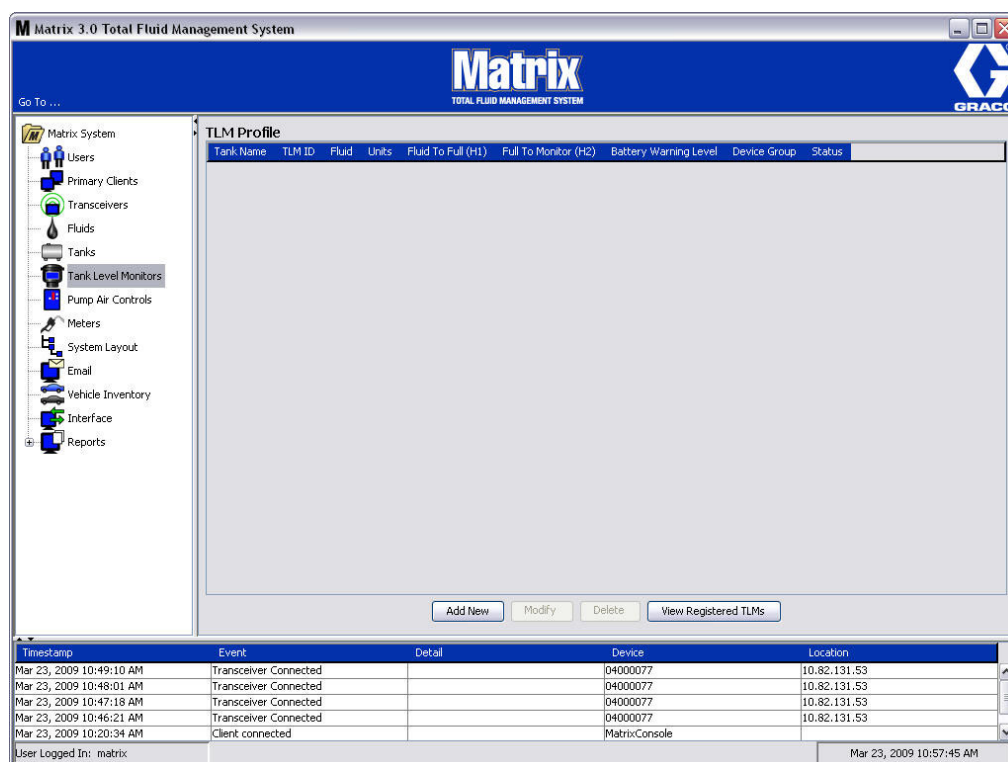

FIG. 107
Het scherm zoals in FIG. 107 op pagina 85 wordt gebruikt om een profiel toe te voegen, te bewerken, te verwijderen en aan te maken voor de tankpeilmonitors (TLM's) in een Matrix-systeem. Elke Matrix-tankpeilmonitor (TLM) heeft een uniek apparaat-ID. Dit ID differentieert de TLM's onderling.
2. Klik op Nieuw om een profiel aan te maken en een nieuwe tankpeilmonitor toe te voegen aan het Matrix-systeem (FIG. 107).